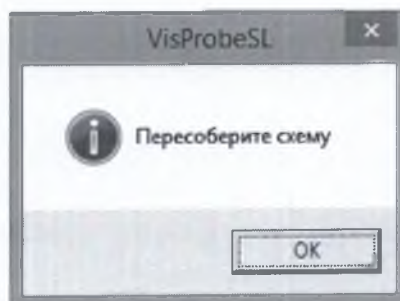
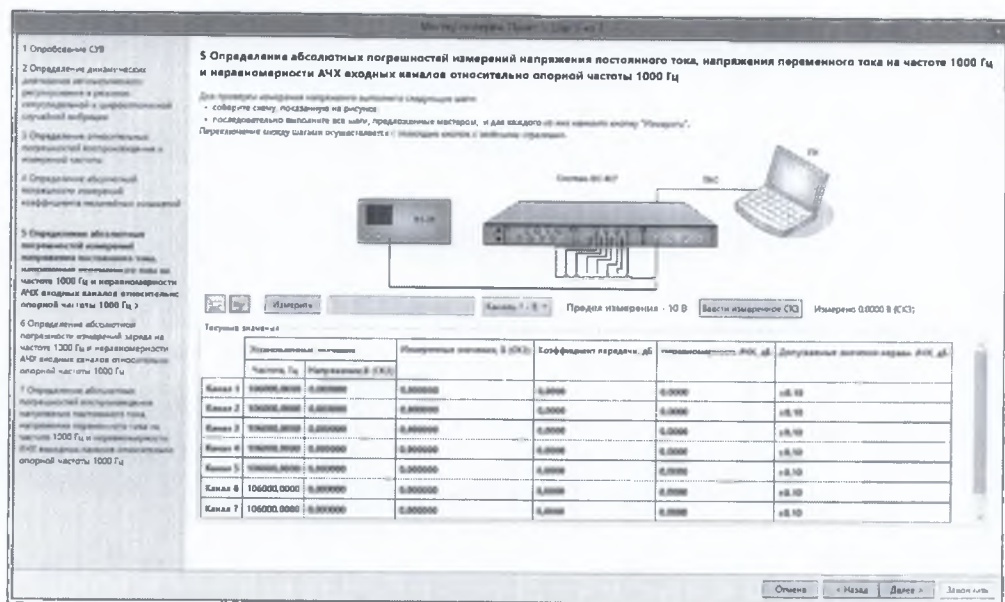

Рисунок 7.2.16
Рисунок 7.2.17
7.2.5.12 При переходе к частоте 106000 Гц в соответствии с рекомендациями мастера проверки (рисунок 7.2.16) собрать схему, изображенную в окне мастера проверки (рисунок 7.2.17), предварительно отключив выход калибратора.